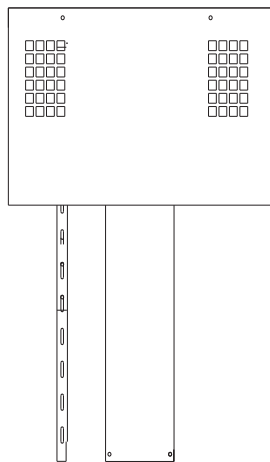

Fig. 6
- Colocar y fijar el cobertor (3) de acero al soporte superior (1) con sus respectivos tornillos embellecedores (14). Fig. 6